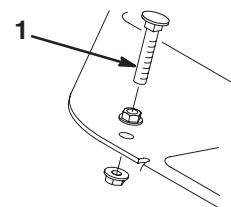

Bild 53
1. Treten Sie auf das Gaspedal. Wenn das Pedal den Anschlag erreicht (Bild 53), bevor das Kabel gespannt ist, müssen Sie die Einstellung ändern:
- A. Lösen Sie die Bundsicherungsmuttern, mit denen der Pedalanschlag an der Bodenplatte befestigt ist (Bild 53).